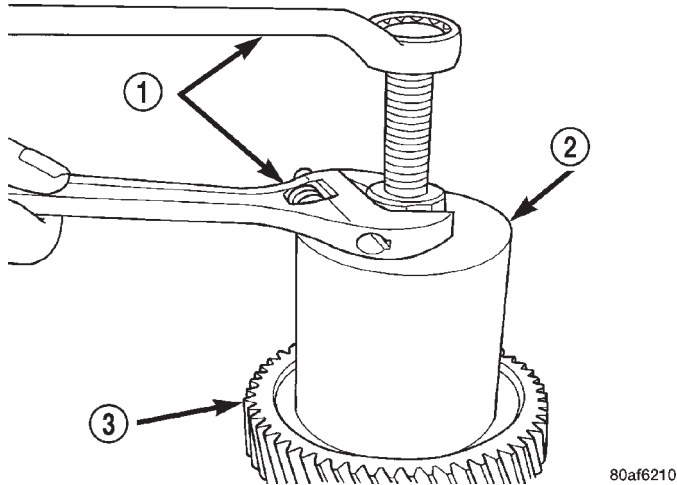

Fig. 51 Desmontaje del cono del cojinete del engranaje de transferencia
(42) Retire el cono del cojinete del engranaje de transferencia empleando las herramientas que muestra la (Fig. 51).